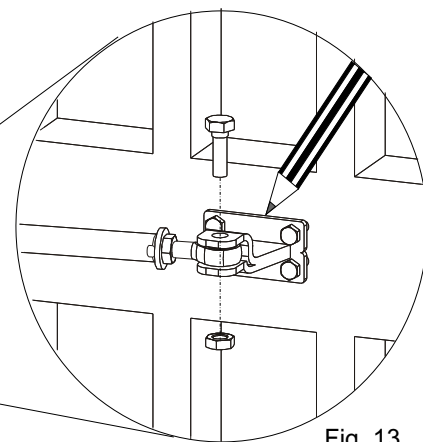

Fig. 13
- 3) Fijar la varilla en el enganche anterior (Fig. 13)